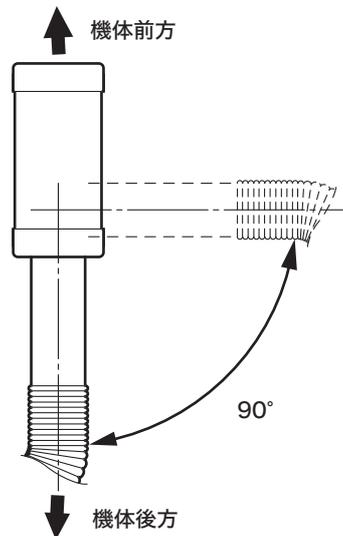

図 2-39
- 排出ダクトの可動範囲は、後方から本機右横までの約90°です。(図 2-39)